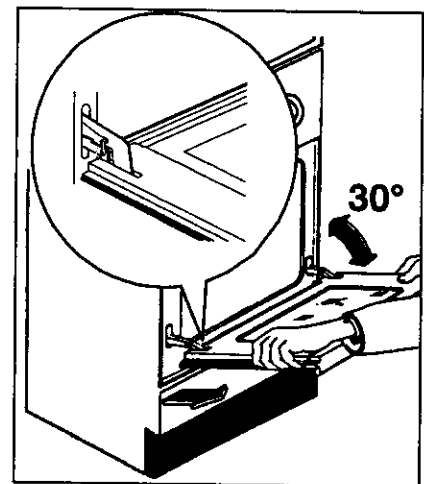

fig. 13
- fermez partiellement la porte jusqu' à un angle de 30°. (fig. 13)